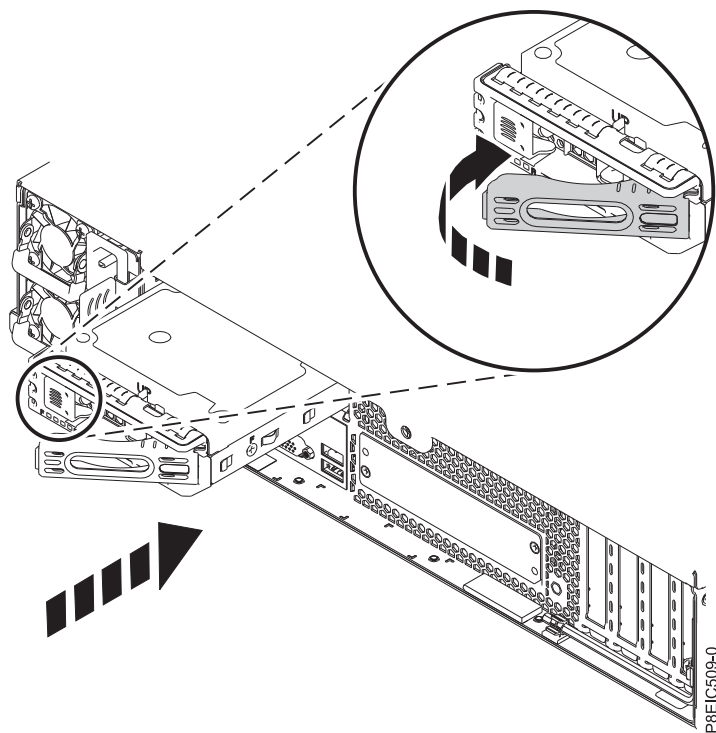

図 16. 背面ドライブ・トレイのハンドルのロック
4. ドライブ・トレイの底面を持って、ドライブの位置を合わせます。ドライブ・トレイをスライドさせて、システムの奥まで差し込みます。ハンドルが閉じ始めるまでドライブ・トレイを押し込んでから、ハンドルをロックするまで押し込みます (17 ページの図 16 を参照)。